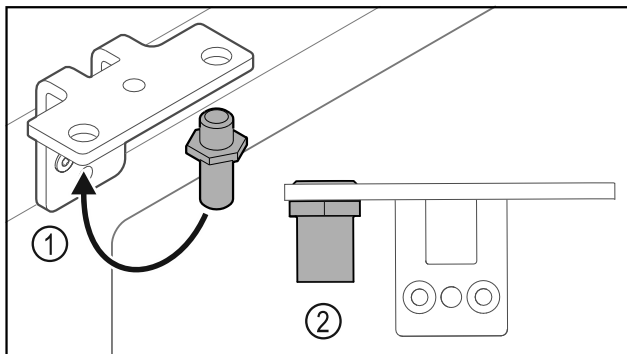

Fig. 27
- ▶ Premjestite svornjake Fig. 27 (1) u kutnim šarkama.
- ▶ Pritegnite svornjake Fig. 27 (2) **okretnim momentom od 12 Nm**.